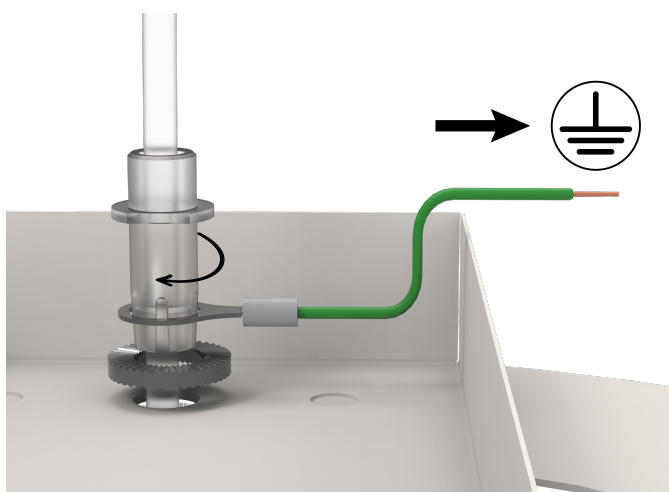
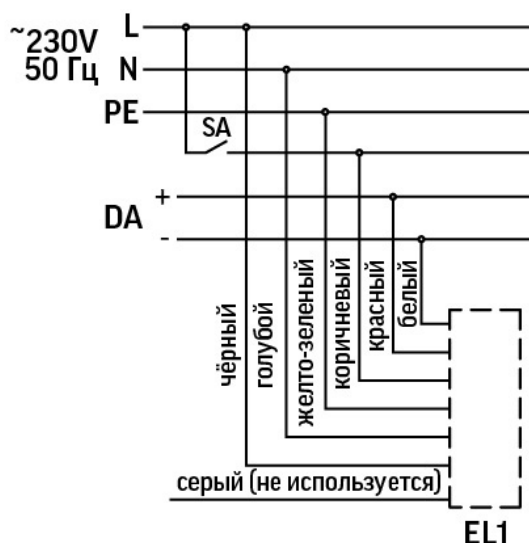

Рис.1
Рис.2
5. Подвести выведенный провод от светильника к источнику питания (Рис. 2) и подключить белый провод в клемму "+", серый провод в клемму "-". Провод заземления от короба необходимо установить между контрляжкой и зажимом декоративного провода, а затем подключить в колодку заземления (Рис. 1);